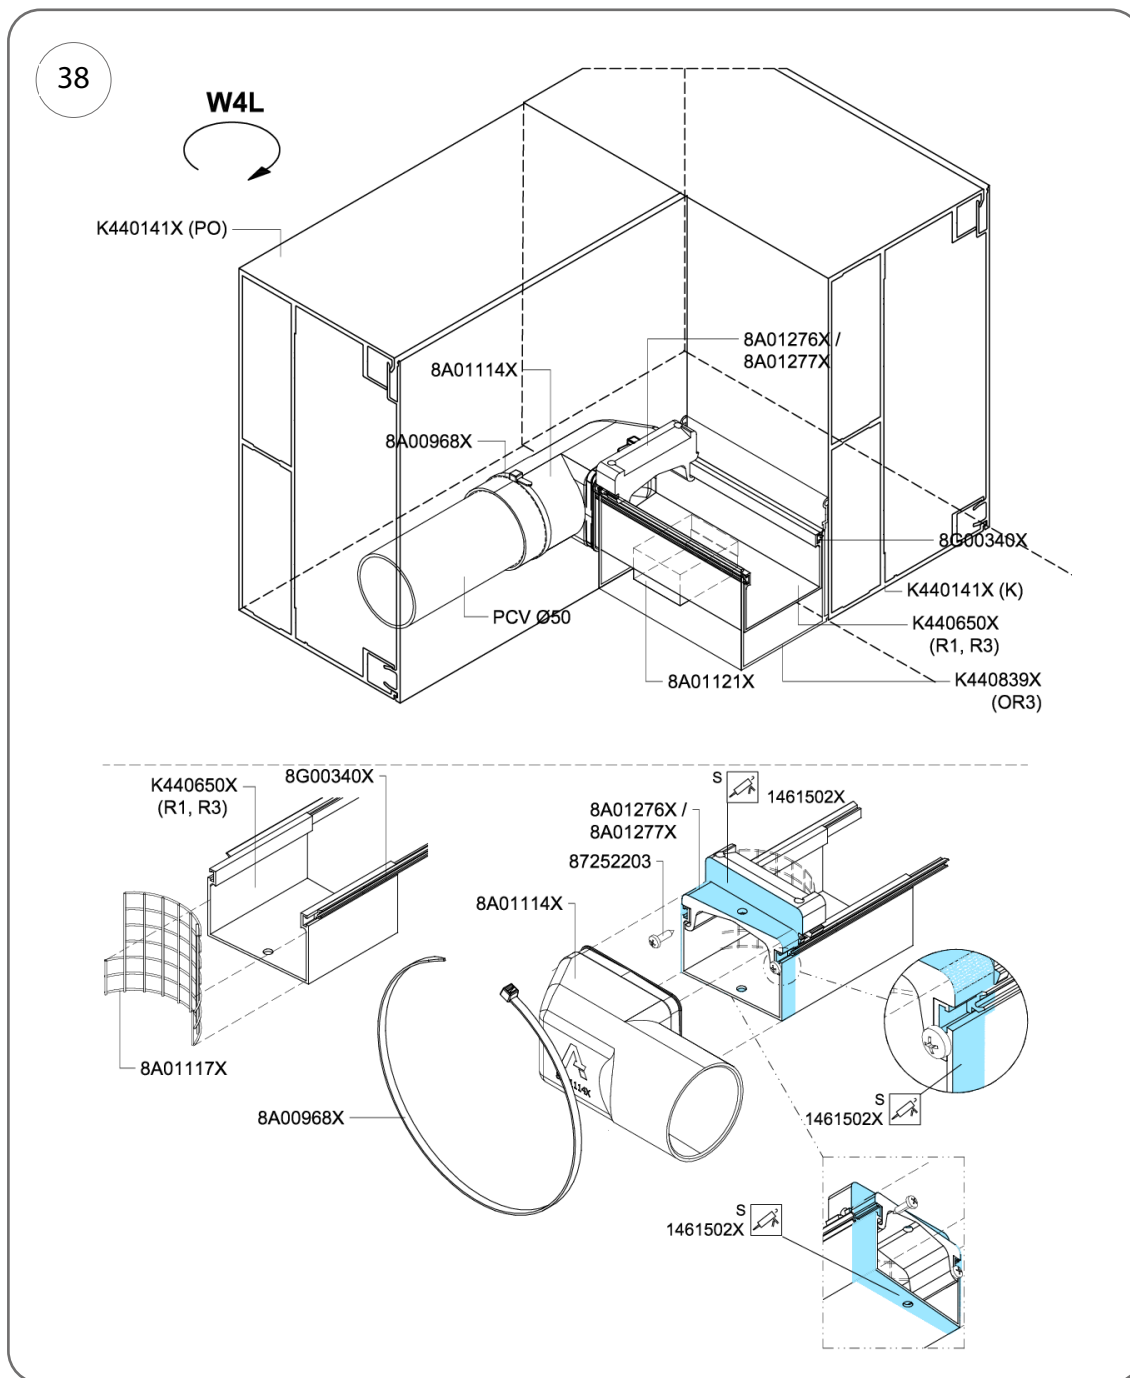

Рис. 38
2. Закріпіть елементи засувки, щоб запобігти їх зміщенню, закрутивши 2 гвинти 3,5 x 13 мм (кат. № 87252203) – рис. 38.
3. Нанесіть шар клею-герметика (кат. № 1461502X) по всьому периметру жолоба та затискнуго елемента, як показано на рис. 38.